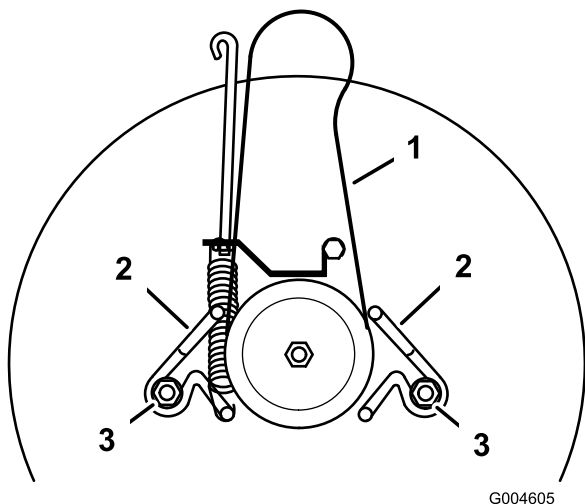

Figura 34
2. Allentate i bulloni di fissaggio dei guidacinghia, ed allontanate i guidacinghia dalla puleggia (Figura 34).
1. Montate la nuova cinghia di trasmissione della lama attorno alla puleggia della lama ed all'interno dei guidacinghia (Figura 34).
2. Regolate i guidacinghia finché non si trovano a 3 mm dalla puleggia. Serrate i bulloni di fissaggio (Figura 34).